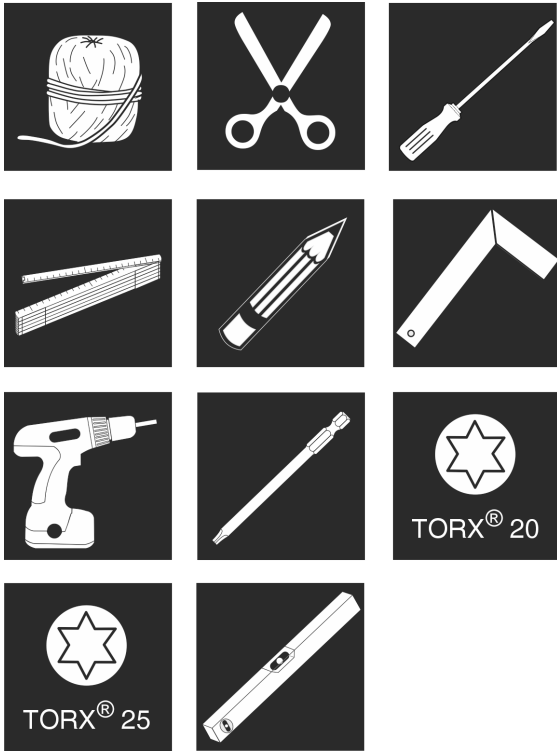

Fig. 9
1. Έχετε στη διάθεσή σας τα εργαλεία. Fig. 9 ()